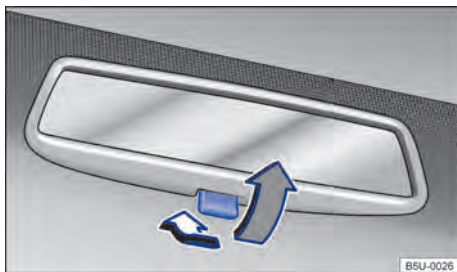

Fig. 59 Espelho retrovisor interno com antiofuscante manual.
- Posição noite: puxar a alavanca → Fig. 59 (seta cinza), para evitar o ofuscamento dos faróis dos veículos que trafegam atrás.